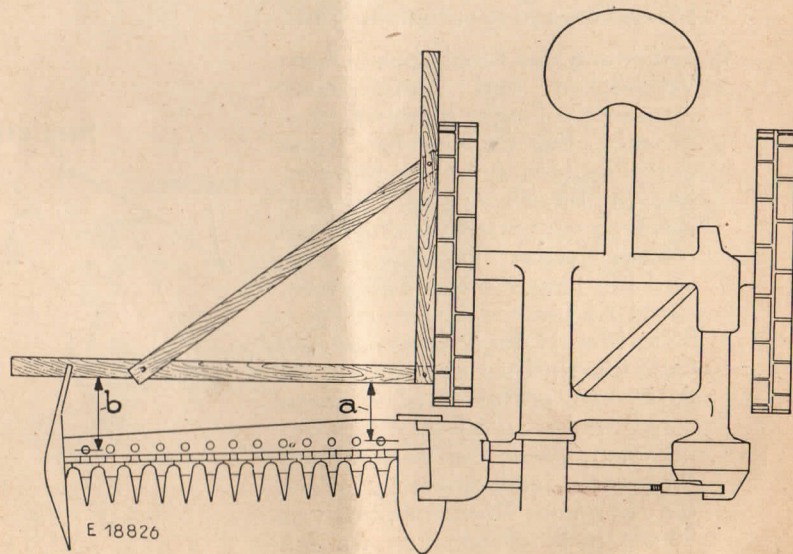

Bild 15
b) Voreilung: Diese beträgt beim LVK 35 Schneidapparat ca. 35 mm, beim LVK 40 ca. 40 mm und beim LVK 45 ca. 45 mm, d. h. die Mutter des letzten Fingers neben dem äußeren Schuh muß, in axialer Richtung gesehen, 35, 40, bzw. 45 mm weiter vorstehen als die Mutter des ersten Fingers am inneren Schuh (Bild 15). Zum Einstellen der Voreilung Spannschloßmutter an der vorderen Spreize weiter ein- oder ausdrehen, um eine größere bzw. kleinere Voreilung zu erhalten. Den zum Messen erforderlichen rechten Winkel stellt man leicht mittels 3 Latten her, die an ihren Verbindungsstellen die Verhältnisse 3:4:5 aufweisen müssen. Die kürzeste Seite ist am Fahrrad anzulegen und dann von der Latte der langen Seite aus zu den Muttern zu messen (Bild 15).